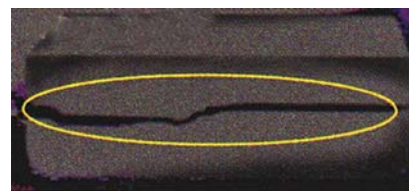

Рис. 5. Эффект «попкорна»
5. **Эффект «попкорна»** (см. рис. 5). Он представляет собой расслоение интегральной схемы (образование пу-